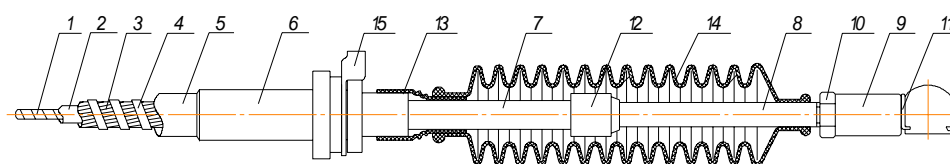

Рис. 3 Трос
**1.3. Трос** (рис. 3) представляет собой стальной витой многожильный канат 1, заключенный в гибкую металлическую броню 3 из пружинной стали. Металлическая броня покрыта сверху пластмассовой оболочкой 5. На концах троса напрессованы втулки 6. Сочленение «втулка - трубка» называется «маятниковый шарнир» и допускает поворот деталей друг относительно друга по конусу вращения с углом до  $16^\circ$ . Канат заканчивается штоком 8, на который ввернута шаровая опора 9, которой трос шарнирно соединяется с деталями механизма управления и транслятора. Стык маятникового шарнира герметизируется резиновым уплотнителем 13. Подвижный шток 8 герметизируется уплотнителем 13 и втулкой. Все соединение закрыто гофрированным чехлом 14, концы которого затянуты хомутами.
Для обеспечения герметичности тросового привода применены резиновые уплотнители 12 и 13 (рис. 3) и гофрированные чехлы 14.
Следует обратить особое внимание на работу маятникового шарнира (см. рис. 3). Недопустимо превышение угла конуса вращения ( $16^\circ$ ), так как это приводит к разрушению маятникового шарнира и выходу троса из строя.
При монтаже и демонтаже тросов по кузову автобуса следует особо обратить внимание на предотвращение повреждения о металлические конструкции кузова (рис.3):
**3.6 При проведении ТО необходимо** обратить внимание на целостность уплотнительных манжет и гофрированных чехлов тросов (рис.3., поз.12, 13 и 14).